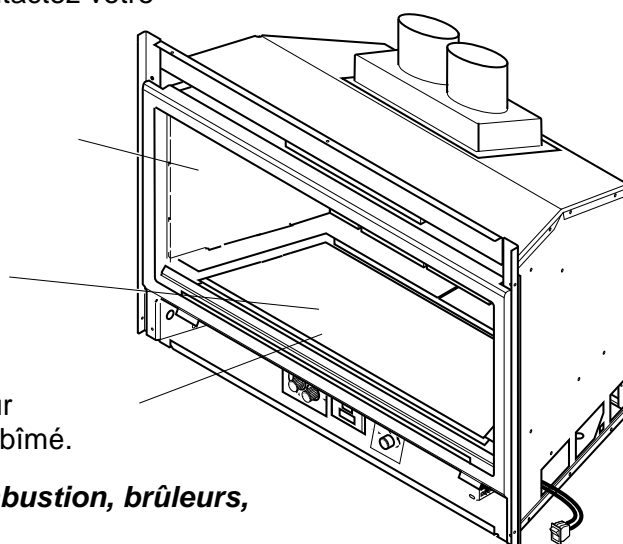

Figure 31 – Vérification des orifices de combustion, brûleurs, parois et plafond de l'appareil.
4. Examiner le brûleur et les orifices de combustion. Inspecter les éléments suivants. Voir Figure 31 :